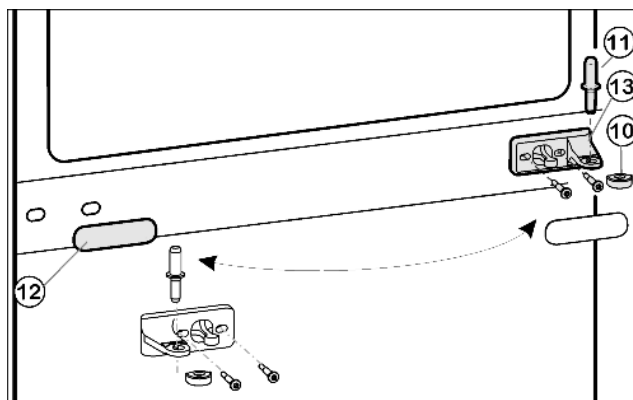
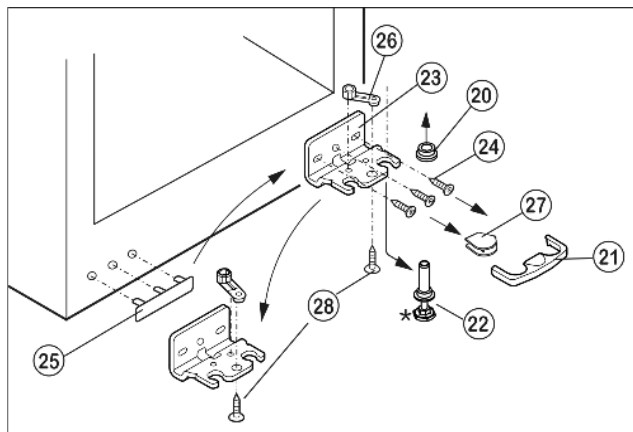

Fig. 5
Fig. 6
- Вытащите из опорного кронштейна и нижней дверцы средний опорный палец Fig. 5 (11).
- Пластмассовый колпачок Fig. 5 (10) снимите.
- Снимите средний опорный кронштейн Fig. 5 (13).
- Осторожно снимите накладку Fig. 5 (12).
- Прикрутите средний опорный кронштейн Fig. 5 (13) с поворотом на 180° на новую сторону шарнира (с моментом 4 Нм).
- Защелкните накладку Fig. 5 (12), повернув на 180°, на стороне, где теперь будет ручка.
- Предохранитель Fig. 6 (21) снимите движением вперед.
- Снимите крышку Fig. 6 (27).*
- Вытяните опорный палец Fig. 6 (22) вниз и вперед. При этом следите за гнездом шарнира Fig. 6 (20).
- Открутите опорный кронштейн Fig. 6 (23) (3 шт. Torx 25) Fig. 6 (24).
- Открутите опорную деталь Fig. 6 (26) (1 Torx 25) Fig. 6 (28) и, переставив в отверстие на противоположной стороне опорного кронштейна, снова прикрутите.
- Осторожно приподнимите и переставьте крышку Fig. 6 (25) со стороны ручки.
- Снова прикрутите опорный кронштейн Fig. 6 (23) на новую сторону шарнира (с моментом 4 Нм). При необходимости используйте аккумуляторный шурупверт.
- ▶ Установите крышку Fig. 6 (27) на противоположной стороне.*
- ▶ Предохранитель (21) нужно зафиксировать сбоку на кронштейне, чтобы опорный палец и двери были защищены от выпадения.
- ▶ Снова защелкните предохранитель (21) на опорном кронштейне.
- ▶ Наденьте гнездо шарнира Fig. 6 (20).
- ▶ Установите нижнюю дверцу сверху на нижний опорный палец Fig. 6 (22).
- ▶ Снова наденьте пластмассовый колпачок Fig. 5 (10) на средний опорный кронштейн Fig. 5 (13).
- ▶ Вставьте средний опорный палец Fig. 5 (11) на новой стороне шарнира через средний опорный кронштейн Fig. 5 (13) в нижнюю дверцу.
- ▶ Установите верхнюю дверцу на средний опорный палец Fig. 5 (11).
- ▶ При необходимости выровняйте дверцы через два продольных паза в нижнем опорном кронштейне Fig. 6 (23) и среднем опорном кронштейне Fig. 5 (13) параллельно корпусу устройства. Для этого выкрутите средний винт на нижнем опорном кронштейне Fig. 6 (23).